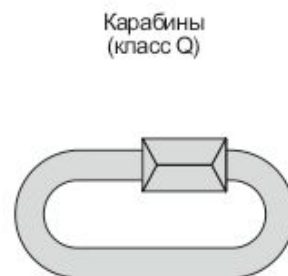

**Рис. 13. Графическая схема к определению фактора падения**
**Внимание!** Рекомендуется создавать систему с наименьшим возможным фактором падения (рис. 13).